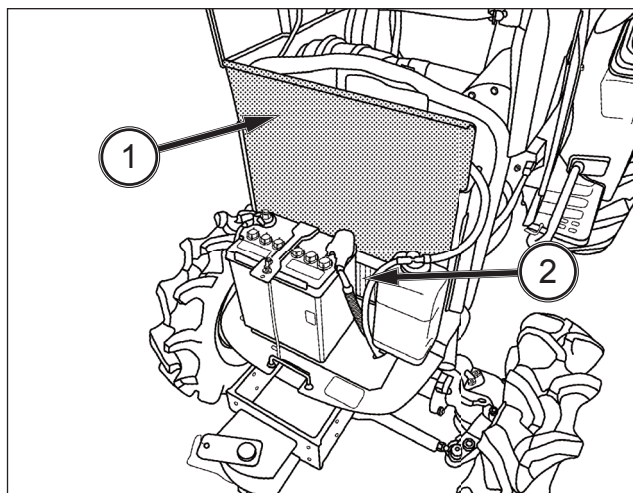

ABB. 96
ABB. 96: Prüfen des Ölstands – den Traktor auf ebenem Untergrund abstellen und anschließend den Ölstandsstopfen (1) abnehmen. Der Ölstand sollte bis zur Öffnung des Ölstandsstopfens oder bis leicht darunter reichen. Den Einfüllstopfen (2) entfernen und Öl nachfüllen, bis es aus der Öffnung des Ölstandsstopfens austritt. Den Ölstandsstopfen und den Einfüllstopfen wieder einsetzen.